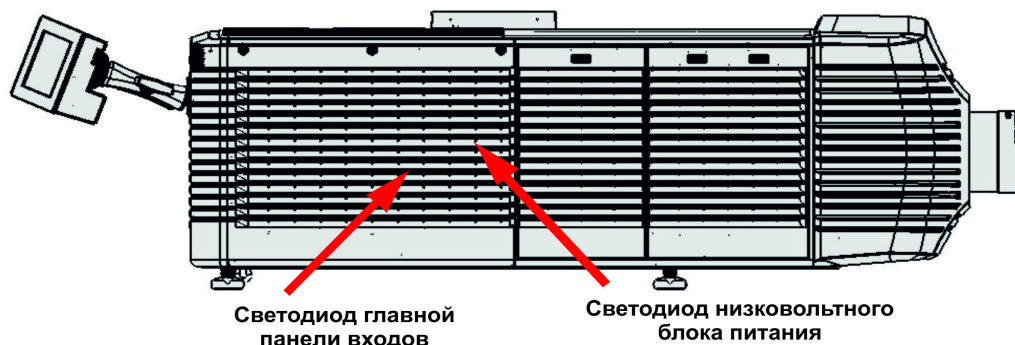

Рис. 5-2 Индикаторы состояния питания
3. Проверьте наличие питания, заглянув внутрь проектора через правую решетку на задней стороне проектора. В правом верхнем углу должен светиться один светодиод. Он указывает на то, что низковольтный блок питания находится под напряжением. В нижней левой части должен светиться еще один светодиод, сигнализирующий о работоспособности главной панели входов (**Рис. 5-2**).